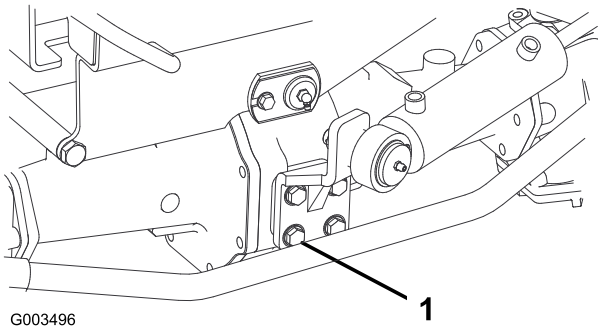

Figura 64
- Aperte os quatro parafusos na montagem da direção do cilindro (Figura 64) com uma força de 65 a 81 N·m.